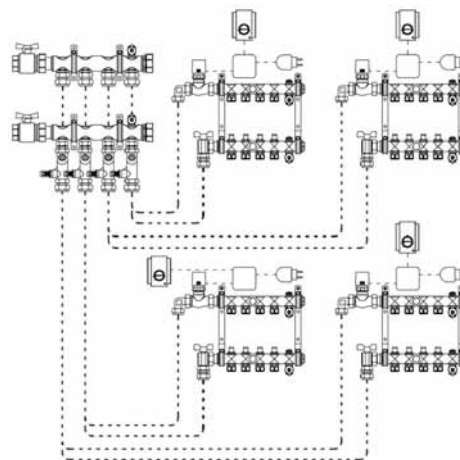

Bild 3
1. Alla balanseringsventiler är monterade på gruppfordelaren, och fördelarstyrningsventiler är monterade på golvvärmefördelaren (se bild 3).